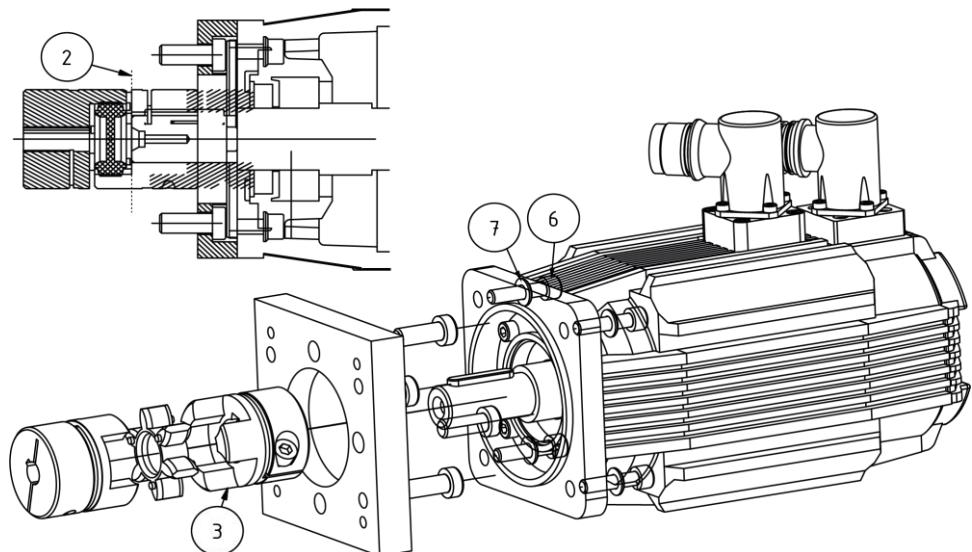

Abbildung 14: Motor-/Getriebemontage ETH032 ... ETH080 inline
- ◆ Schrauben (siehe Abbildung 14 Pos. 6) lösen.
Radiale Klemmschraube der Kupplungshälfte (siehe Abbildung 14 Pos. 3) lösen.
- ◆ Schrauben mit Unterlegscheiben versehen und anziehen (siehe Abbildung 14 Pos.6, Pos.7).